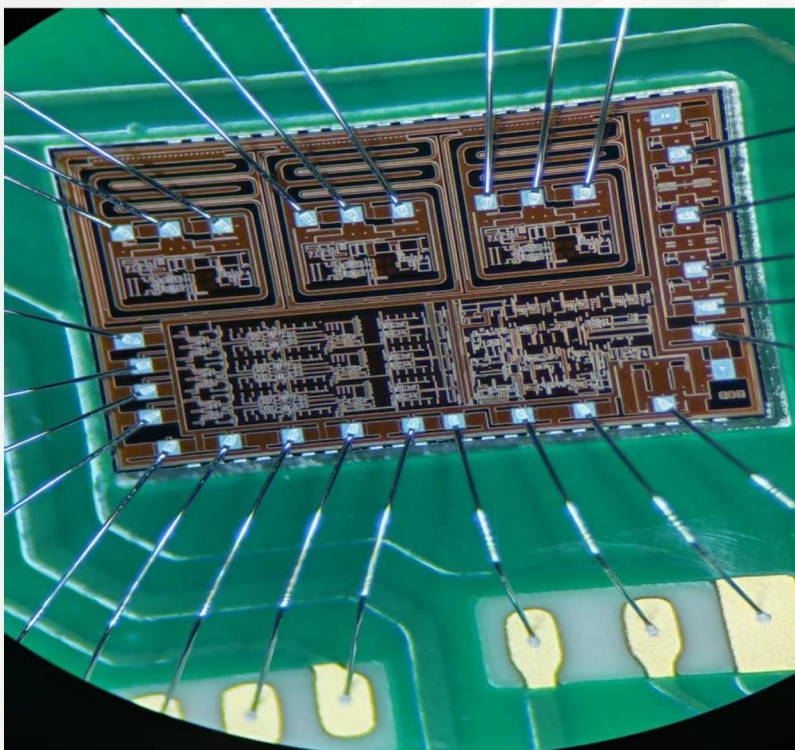

图3-1打样劈刀键合后产品图片
3、焊点大小：由于劈刀型号变小，打样劈刀的焊点明显比原厂劈刀小，焊点长度由 95.5UM 减少到 81.5UM，故焊点位置的设定范围将更加宽松（如图 3-1），方便以后对焊点的调整，且由于焊点变小，劈刀压到焊盘边缘导致芯片破损的现象发生的概率将会大幅下降，故焊点大小方面可以达标；